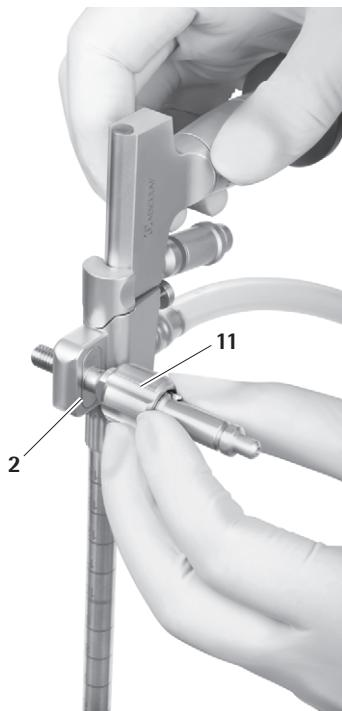

Fig. 18
- Inserir o adaptador de braço de suporte 11 opcionalmente na lateral (à direita/esquerda) no orifício, até a flange engatar na ranhura prevista 2 que serve para a fixação do braço de suportet, ver Fig. 18.